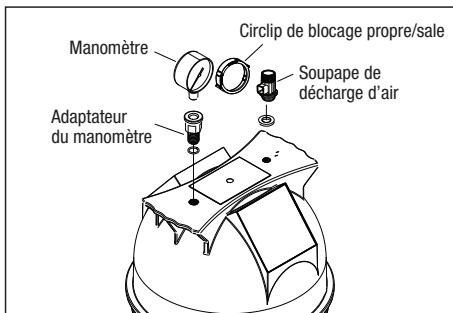

Figure 2. Ensemble manomètre/soupape de décharge d'air
4. Installer l'ensemble manomètre et adaptateur dans le trou fileté marqué « Manomètre » sur le dessus du filtre. Voir la Figure 2.
5. Installer la soupape de décharge d'air dans l'ouverture filetée marquée « Décharge d'air » sur le dessus du filtre. Voir la Figure 2.